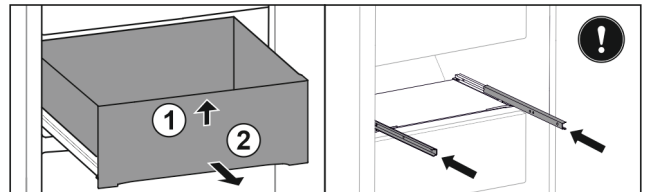

Fig. 34*
- ▶ Schubfach vorne anheben Fig. 34 (1).*
- ▶ Nach vorne entnehmen Fig. 34 (2).*